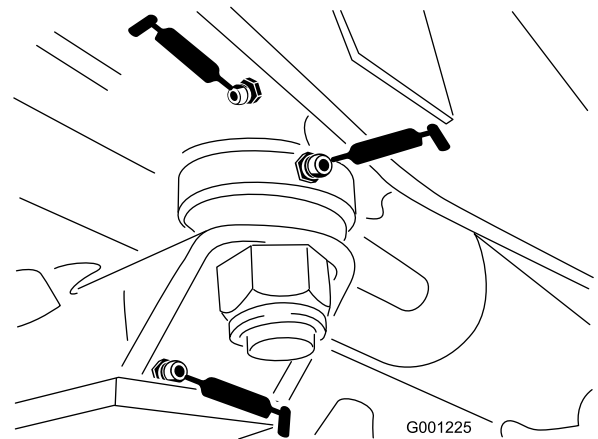

Figure 44
- Bagues de plaque de direction (Figure 44)
- Bague d'axe de fusée (Figure 44)